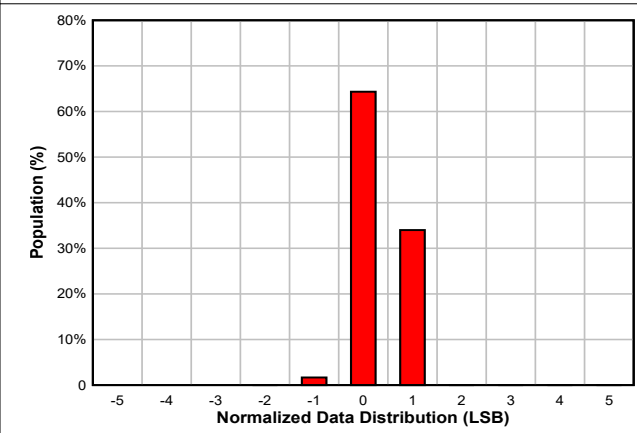

图 8-12. 转换时间为 5.5ms 和取平均值功能开启时的数据分布情况 (16 位格式)
(1) 可重复性是指在相同条件下连续进行温度测量时重现读数的能力。参阅图 8-12
(2) 在  $150^\circ C$  结温下进行加速使用寿命测试可确定长期稳定性。
(3) 在总线供电模式下,  $V_S = V_{PUR}$ 。在电源供电模式下,  $V_S = V_{DD}$ 。
(4) 转换之间的静态电流。
(5) 需要使用上拉电流参数来调整总线上拉电阻的大小 (请参阅节 9.3.3), 以便进行有效温度转换或 EEPROM 读取和编程操作。